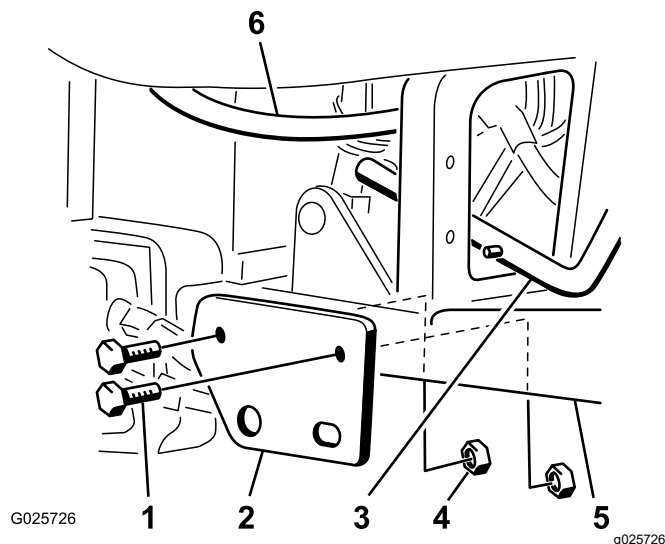

Figura 2
5. Instalai suportul de montare al ansamblului mânerului de ridicare al scarificatorului pe tuburile suport pentru picioare din dreapta cu 2 uruburi (½ x 3¼") i contrapiuliie subiri (½"), aa cum se arată în Figura 2.
Notă: Trebuie să existe un spaiu minim de 3 mm între conducta hidraulică i ansamblul mânerului de ridicare. Poziionai cu atenție conducta hidraulică, după cum este necesar (Figura 2).